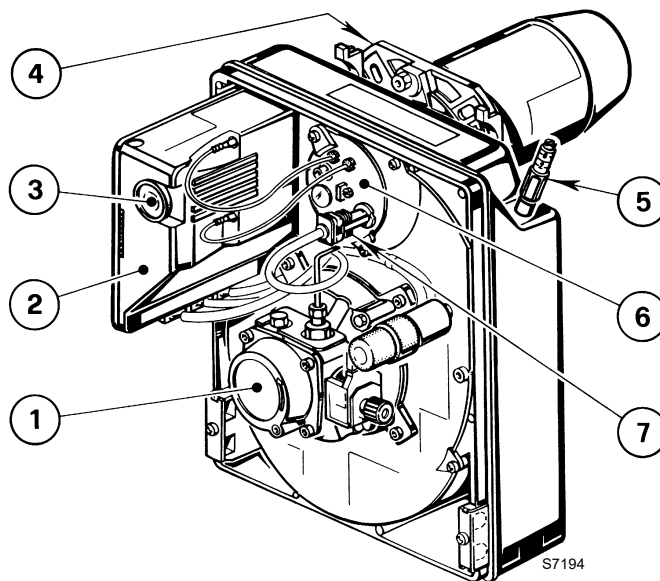

Abb. 1
C Segnalato dalla spia sul controllo fiamma (3, Fig. 1, a pag. 1).
- Effettuare la pulizia del sensore fiamma (7, Fig. 1, a pag. 1).